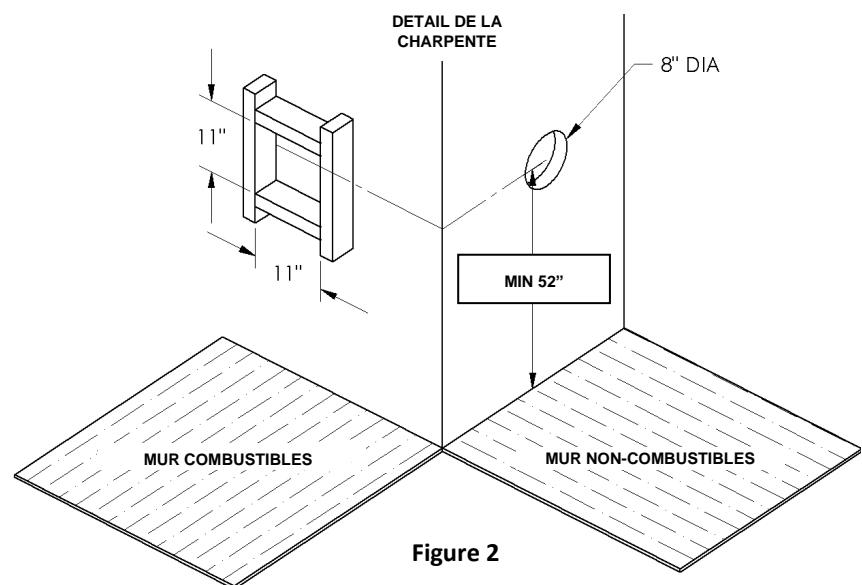

Figure 2
1. Pour déterminer la distance minimale entre le plancher du foyer et le centre de l'évent voir la page Comment encastre votre foyer. Percez le mur en prévoyant un espace pour un manchon de 11po px11po (diamètre intérieur) pour les murs combustibles et un manchon de 8po de diamètre pour les murs non combustibles. (voir figure 2)
Comme il est très important que le système d'évacuation maintienne un équilibre entre l'entrée d'air de combustion et la sortie de fumée, certaines restrictions de configuration de conduit d'évacuation s'appliquent et doivent être strictement respectées. Référez-vous au tableau montrant la relation entre les conduits d'évacuation verticaux et horizontaux pour déterminer la longueur des différents conduits. La longueur maximale est de 20pi/ 6.1m lorsque la longueur verticale est de 7pi/ 2.1m (figure 2) N.B. : Pour chaque 12po de conduit horizontal il doit y avoir 1/4po de conduit vertical. Vous pouvez installer un maximum de 2 coudes à 45 degrés sur un conduit horizontal. Pour chaque coude à